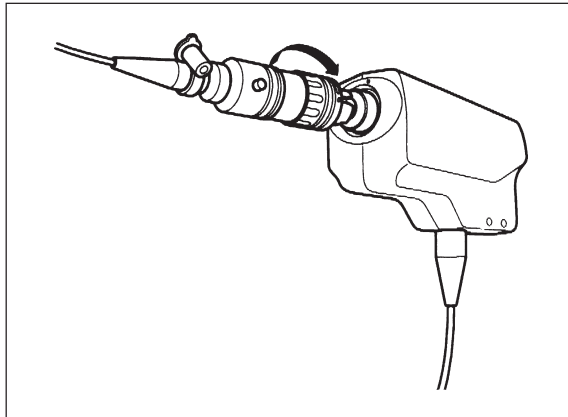

Рис. 3.10
3. Совместите метку для соединения (или канавку) с индикатором на установке для управления зондом. Вставьте часть коннектора внутрь установки до упора и поверните её до упора по часовой стрелке приблизительно на 90 °(см. рис. 3.10).
4. Убедитесь, что метка запираения соединения и индикатор установки для управления зондом располагаются по одной линии (см. рис. 3.10).